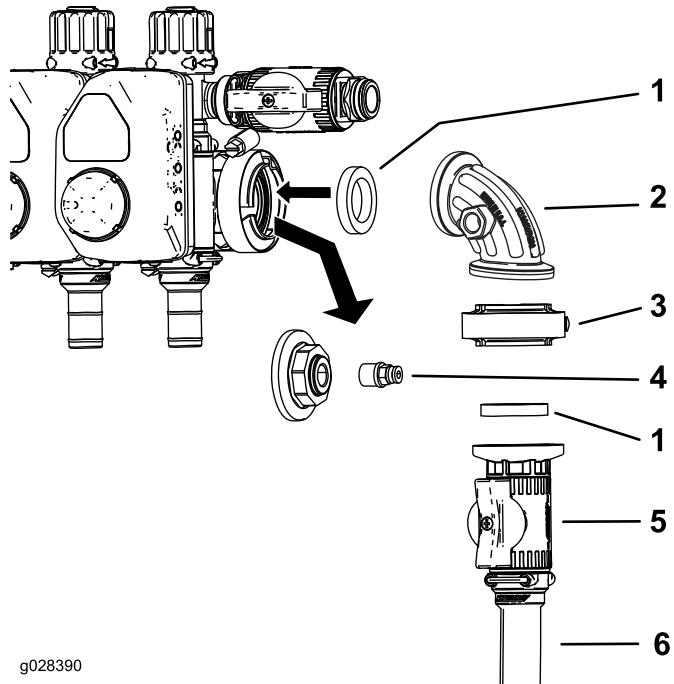
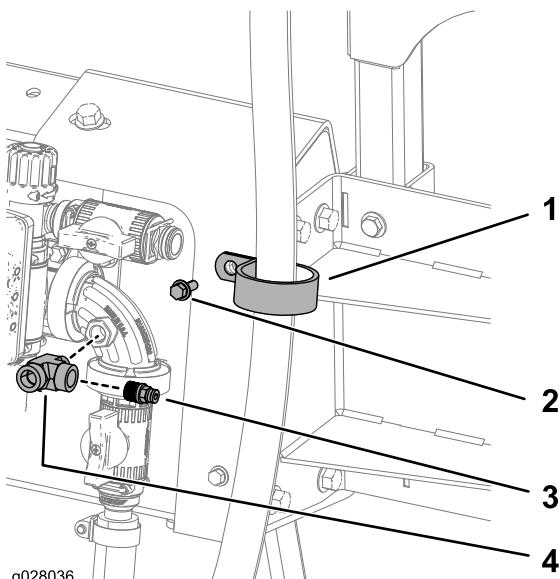

図 13
図 14
1. 水圧ゲージのポートから、キャップとカップラを取り外す 図 13。
2. 図 13のようく制御バルブアセンブリを取り付ける。
3. 90度フィッティングの空いているポートにカップラを取り付ける 図 13と 図 14。
4. ホースクランプを使って、ホースリール給液ホースを、コントロールバルブに取り付ける 図 13。
5. 図 14のようく、ホース 180cm を上側ブラケットに固定するRクランプ1本、ボルト 1/4-20 x 3/4 インチ 1本、ナット 1/4-20 インチ 1個を使用する。
6. T字フィッティングのねじ山部にテフロンテープを巻いて制御バルブに取り付ける図 14。
7. カップラのねじ山部にテフロンテープを巻いてT字フィッティングに取り付ける図 14。